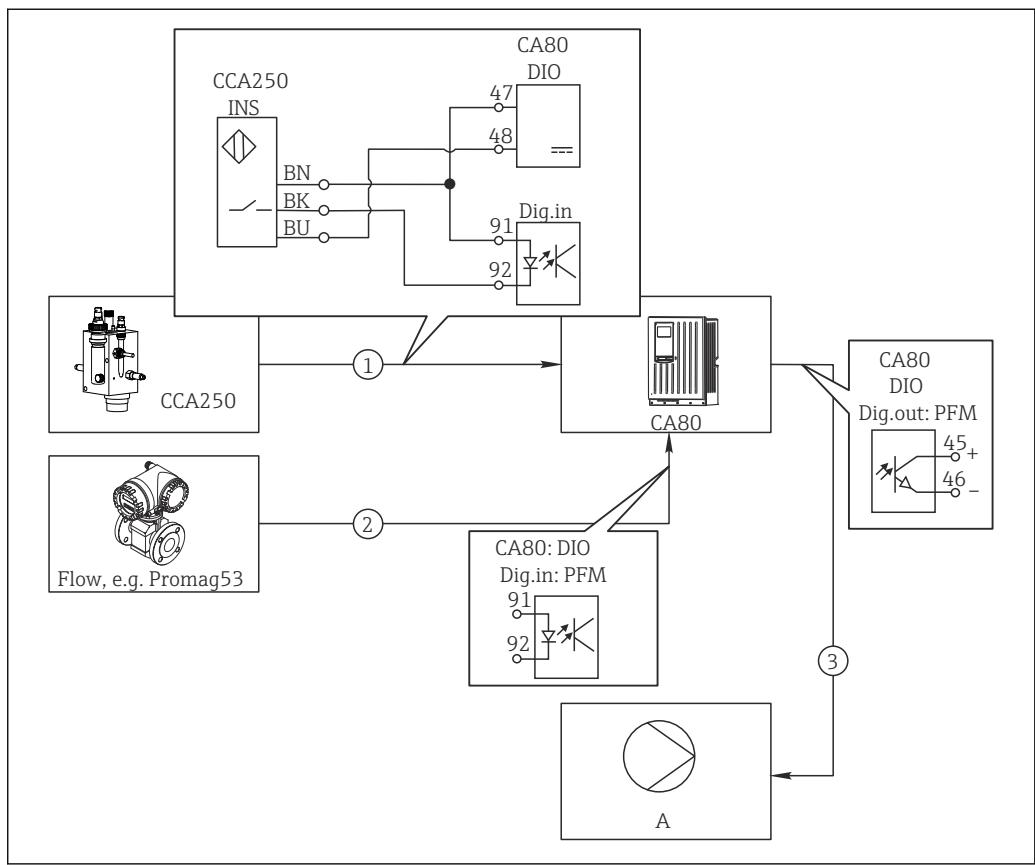

図 67 フィードフォワード制御による塩素制御の例
- 導電率用の計測レンジスイッチ（アップグレードコードが必要、→ 図 67）